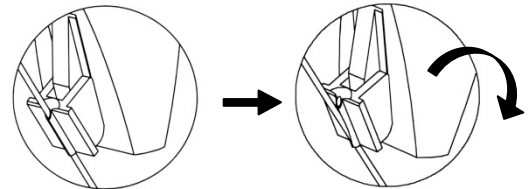

図 4
- 6) ニードル穿刺が終了後、超音波プローブをニードルガイドからゆっくりと取り外す（図 4）。